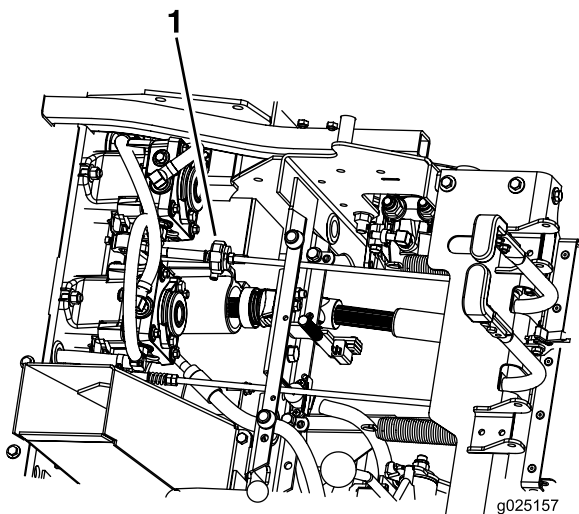

Figure 43
6. Assurez-vous que la machine ne se déplace pas au point mort quand le frein de stationnement est desserré (Figure 43).